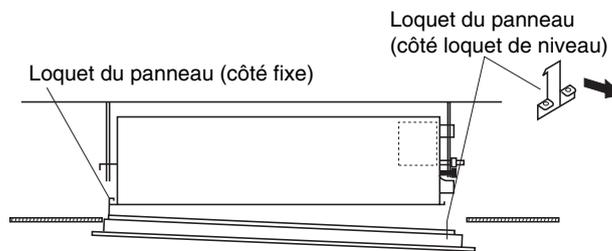

Fig. 9-8
- (1) Levez la façade de la cassette et positionnez-la de façon à aligner les loquets sur leurs enfoncements dans l'unité intérieure.
- (2) Fixez d'abord le loquet fixe, puis appuyez sur le côté opposé pour engager le loquet de façon à l'installer comme illustré à la figure 9-8.
Libérez un côté du panneau en appuyant sur son loquet dans le sens de la flèche. (Voir Mise en garde.) Retirez complètement la façade de la cassette en libérant le loquet fixe. (Fig. 9-8)